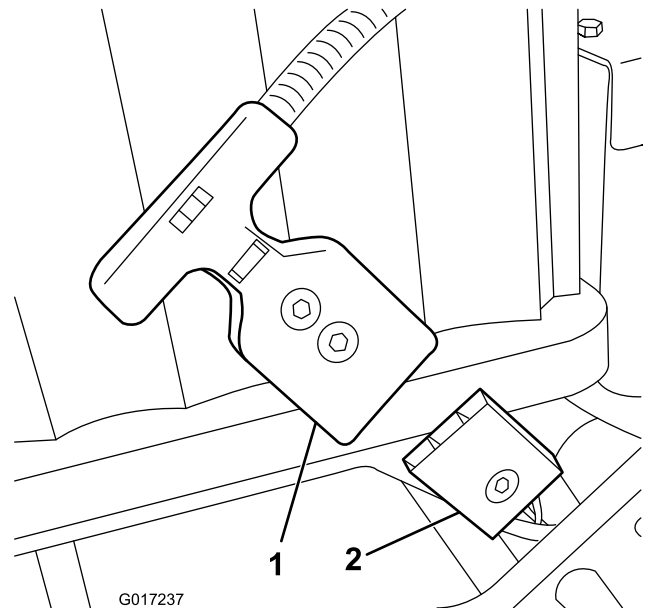

图13
注意： 如果您无法在电池组安装后使电池组插座与机器线束插头对齐，则可以选择先将线束连接至电池组，然后再安装电池组。从电池基座上拔下主电源接头（图13）。按照说明将接头安装到电池上。将电池安装到基座、附带的线束穿过相应的孔、然后使用之前卸下的紧固件、将主电源接头固定到电池基座上。
15. 将主线束上的 T 形手柄接头连接到电池基座的主电源接头上（图13）。